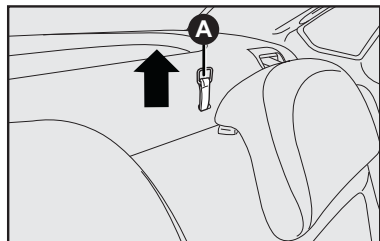

fig. 89
- 3) Desengatar o encosto, acionando os puxadores para cima (dois puxadores na cobertura do porta-malas) **A-fig. 89** no sentido da seta liberando o encosto do engate.